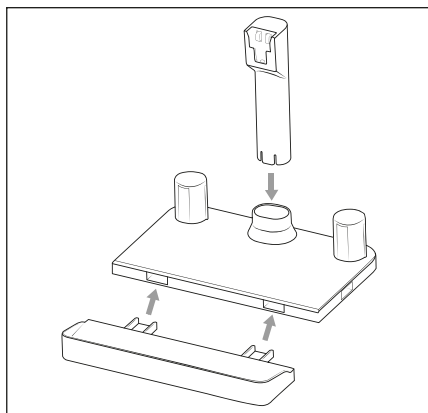

Fig. 4
- 1) Sæt ladestationen **15** sammen, og fastgør holderen **17** til ladestationen **15** (se fig. 4).